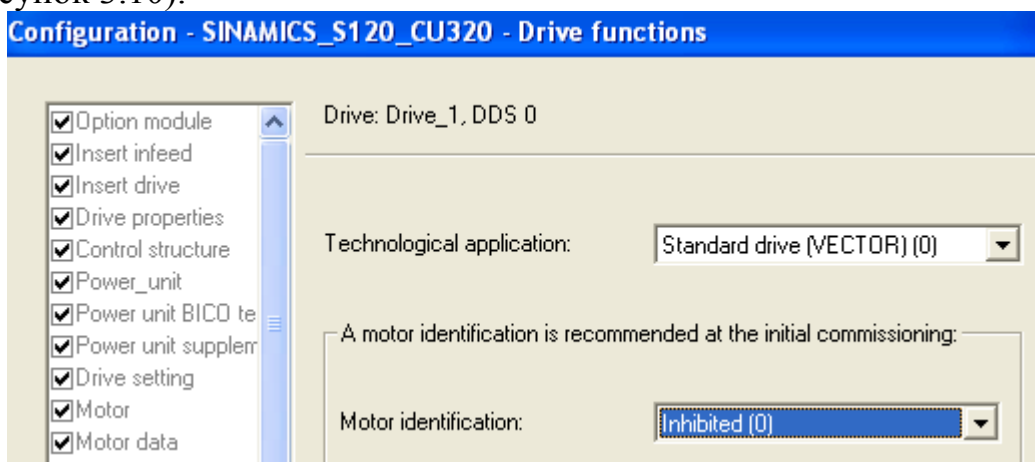

Рисунок 3.10 – Функции привода
15) В окне функций привода (Drive function) выбрать «Standard drive (VECTOR) (0)» и запретить идентификацию двигателя («Inhibited (0)») (рисунок 3.10).